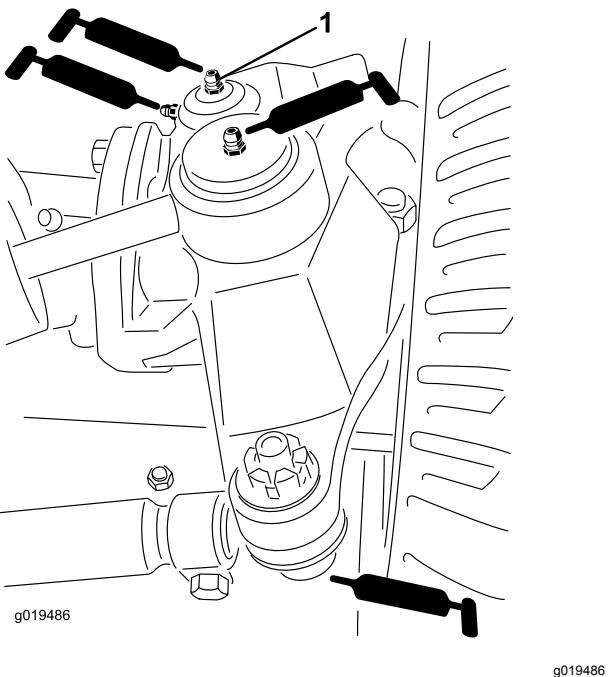

Figure 36
- Biellette d'essieu arrière (2) (Figure 36).
- Rotules de vérin de direction (2) (Figure 36)
- Bagues de pivots de fusées (2) (Figure 36) – Le graisseur supérieur du pivot de fusée ne doit être lubrifié qu'une fois par an (2 injections de graisse).